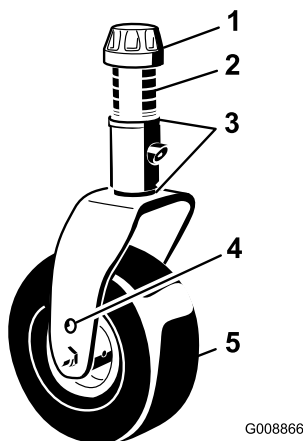

Bild 29
- Entfernen Sie die Spannkappe von der Laufradspindelwelle (Bild 29) und schieben Sie die Laufradwelle aus dem Laufradarm heraus. Legen Sie zwei Beilagscheiben (3 mm) so auf die Welle, wie sie ursprünglich montiert waren. Schieben Sie die entsprechende Anzahl der 13 mm Distanzstücke auf die Welle, um die gewünschte Schnitthöhe zu erhalten.